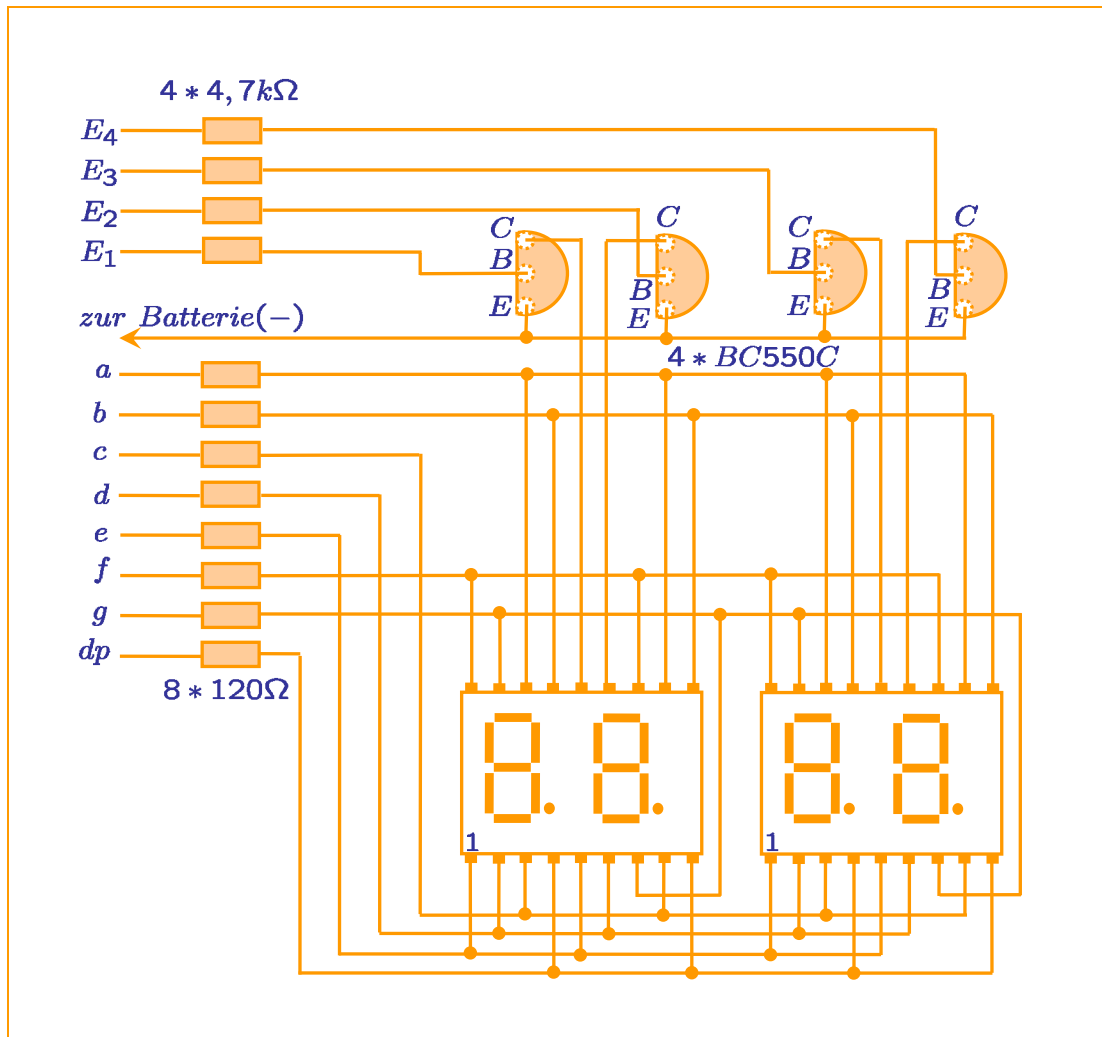

Abbildung 5 Anzeigeteil des elektronischen Thermometers
Das elektronische Thermometer werdet ihr in zwei Schritten aufbauen. Im ersten Schritt baut ihr das Anzeigeteil nach Abbildung 5 auf. Dieses Schaltungsteil besteht aus zwei 7-Segment-Doppelanzeigen, Vorwiderständen und Transistoren, wobei die Transistoren für die Auswahl der 7-Segment-Anzeige benötigt werden. Dies wird in der Aufgabe 4.3.2) deutlich.
- 4) Baut die Schaltung nach Abbildung 6 auf! Verbindet diese Schaltung mit der Anzeige nach Abbildung 5 und sendet uns ein Foto von der gesamten Schaltung, die die Umgebungstemperatur misst!
Hinweise: Die Schaltung aus Abbildung 5 darf nicht verändert werden!